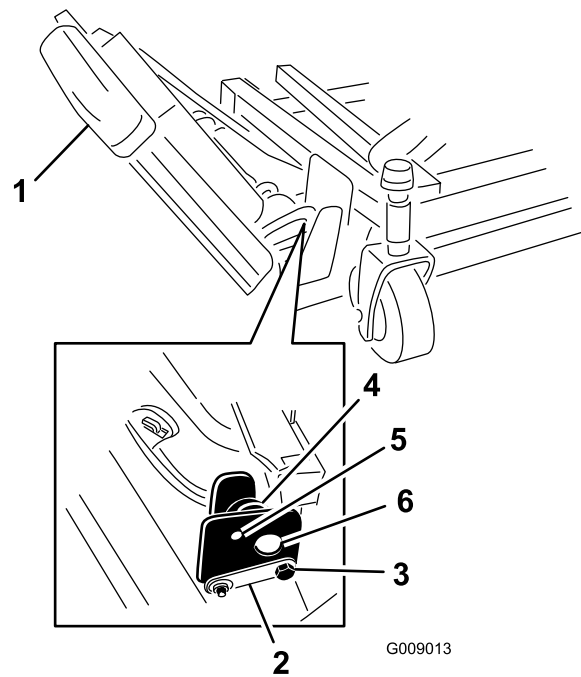

Bild 3
1. Nehmen Sie die Muttern ab, mit denen die vorderen und hinteren Anschlagsschrauben an den Befestigungen des rechten Flügelmäherwerks befestigt sind (Bild 3).
2. Stützen Sie den rechten Flügel ab und nehmen Sie die vorderen und hinteren Anschlagsschrauben aus den Mähwerkbefestigungen heraus (Bild 3).